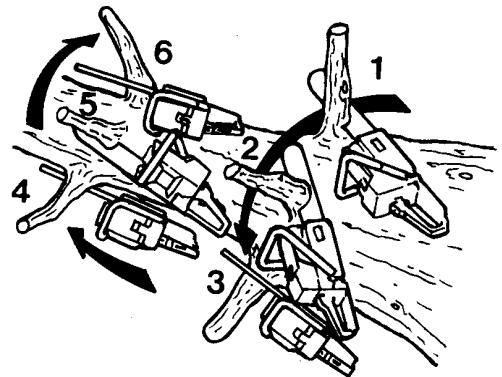

図 24
- 枝払いは倒れた木の上側から①→②→③→④→⑤→⑥の順に切り進めてください。(図 24)